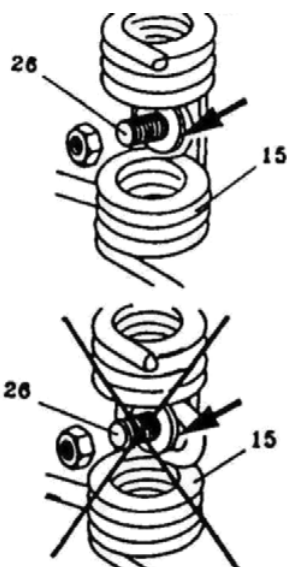

Fig. 19 - Juiste plaatsing van de harktand
- Let vooral op bij het vastzetten van losgeraakte of vervangen tanden (15). De middelste bocht in de tand moet tegen de bout rusten (26) (Fig. 19). Alleen dan bevindt de tand zich in de juiste positie en is hij bestand tegen breuk.
- linker rotor (6) aangeduid met blauwe labels:
- rechter rotor (7) aangeduid met gele labels: